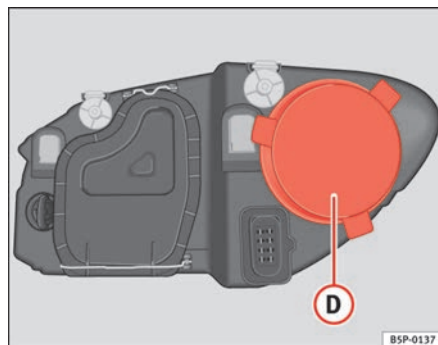

Fig. 182 Luz de población
- Retire la tapa ⇒ fig. 182 ② tirando de la misma.